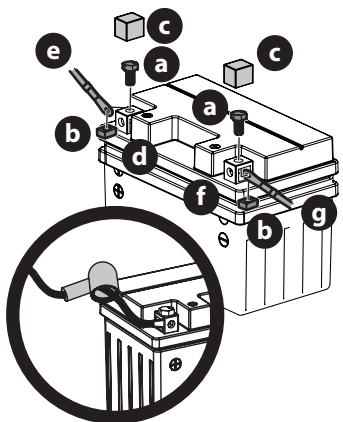

Fig. 22
2. Retirez la vis hexagonale et l'écrou carré qui retiennent le fil négatif noir de la batterie à la borne négative de la batterie (marquée NEG (-)). Éloignez le câble de la borne négative de la batterie (Fig. 22).
3. Retirez la vis hexagonale et l'écrou carré qui retiennent le fil positif rouge de la batterie à la borne positive de la batterie (marquée POS (+)) (Fig. 22).